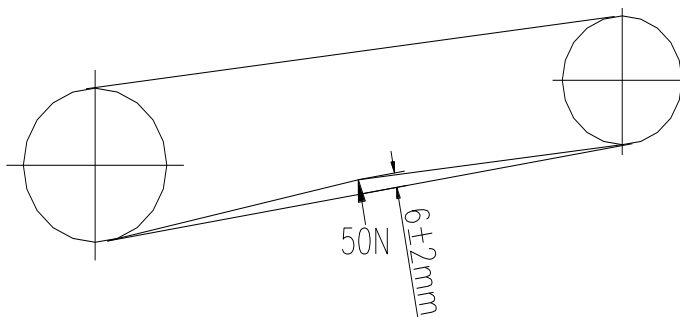

FIG. 4.9.4
① După cum se indică în FIG. 4.9.4 (stânga), atunci când verificați tensiunea curelei, apăsați-o cu o forță de 50N. Este adecvată o încovoiere între $6\text{ mm} \pm 2\text{ mm}$. ② Atunci când verificați cantitatea de agent frigorific, vă rugăm să o evaluați în funcție de bulele din obiectivul de verificare a fluidului, de starea acestuia și de rezultat, conform tabelului 3.